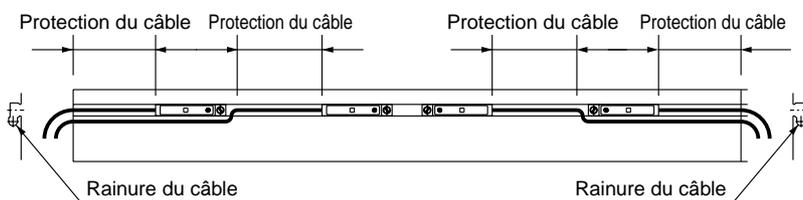

Figure 1. Position de montage du détecteur
Lors de l'utilisation de plusieurs détecteurs, assurez-vous d'utiliser la rainure et de sortir l'extrémité des câbles de la rainure. (Les lignes en gras de la Figure 1 représentent les câbles.)
2. Coupez la longueur souhaitée de la protection de câble à l'aide d'une lame ou d'un coupe-tube. (Reportez-vous à la figure 1.)